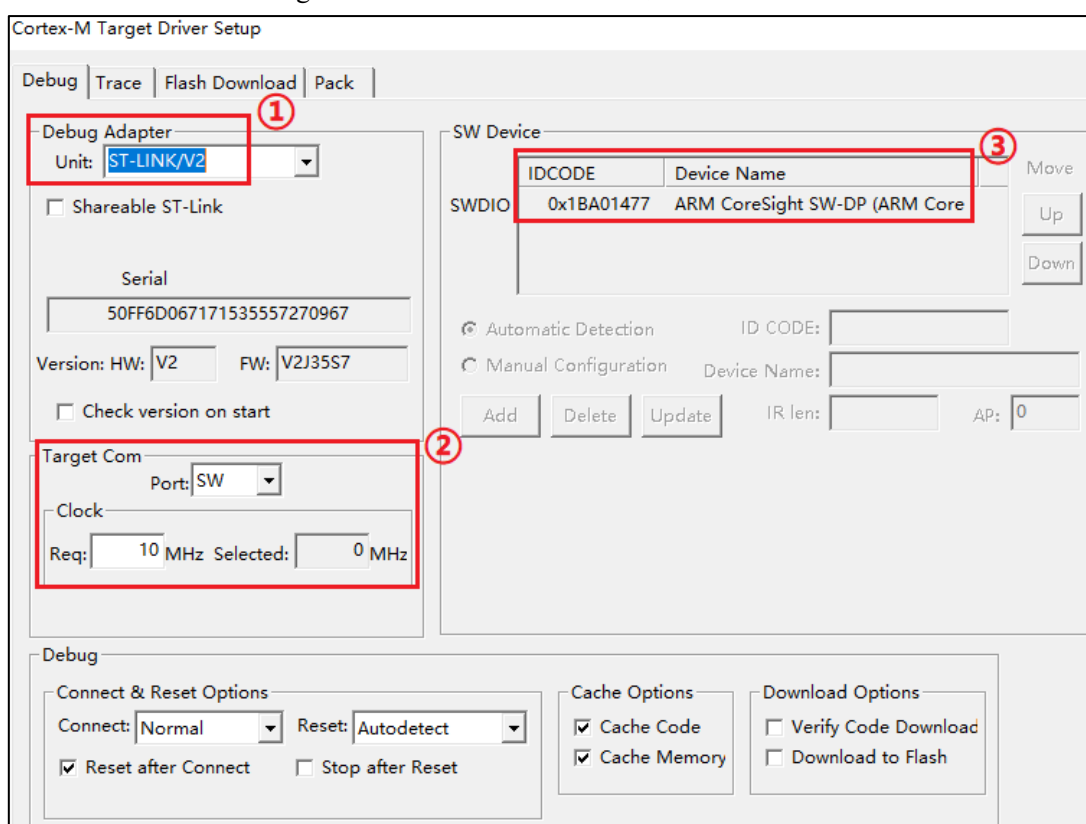

图 2.1.2 ST LINK 模式设置
- ① 选择使用 ST-Link Debugger 仿真器仿真调试代码。如果你使用的是其他仿真器，比如 DAP、JLINK、ULINK 等，请在这里选择对应的仿真器型号。
- ② 该选项选中后，只要点击仿真就会直接运行到 main 函数，如果没选择这个选项，则会先执行 startup_stm32f103xe.s 文件的 Reset_Handler，再跳到 main 函数。
- 然后我们点击 Settings，设置 ST LINK 的一些参数，如图 2.1.2 所示：